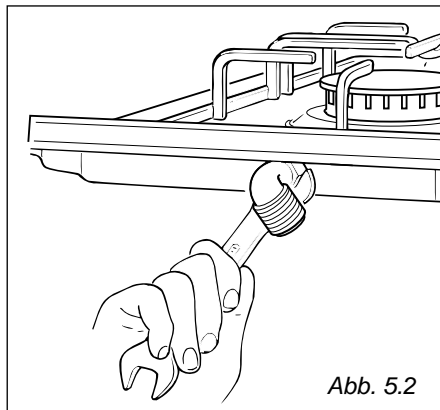

Abb. 5.2
- ✓ **Verbindungsstück C nicht forcieren bevor der Mutter "A" gelockert worden ist (Abb. 5.2). Wir empfehlen, ihn nicht waagrecht oder senkrecht zu montieren.**